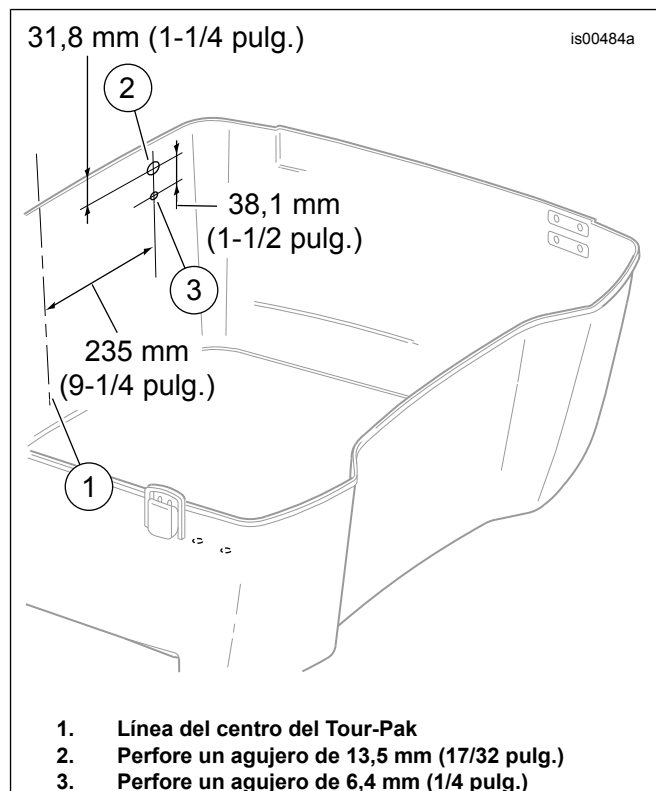

Figura 1. Ubicación de la perforación para la antena AM/FM en el Tour-Pak
4. Vea la Figura 1. Mida y establezca el centro (1) en la pared trasera exterior del Tour-Pak.
10. Mida 31,8 mm (1-1/4 pulg.) hacia abajo del borde superior del Tour-Pak en la línea vertical del lado izquierdo y marque una línea horizontal corta (2) que atraviese la línea vertical.
11. Mida 38,1 mm (1-1/2 pulg.) hacia abajo de la **primera** línea horizontal, y marque otra línea horizontal corta (3) que atraviese la línea vertical.